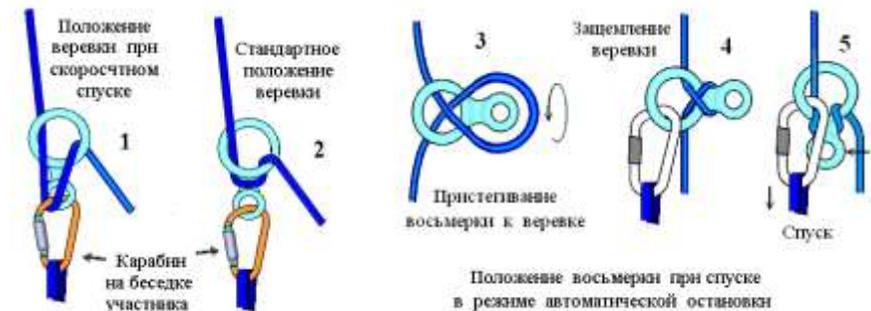

Рис. 18
**- Верхняя страховка участника с грузом** осуществляется **через шейку восьмерки**. Восьмерка закрепляется на пункте страховки или на беседке страхующего участника. В последнем случае веревка должна иметь перегиб на карабине пункта или на верхнем карабине маршрута страхуемого. Руки страхующего участника должны быть без рукавиц и удерживают веревку по разную сторону от восьмерки (Рис.18, п-2).